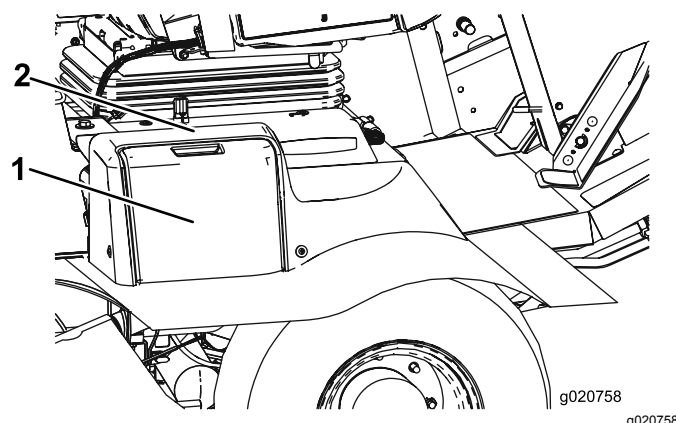

Рисунок 97
1. Откройте крышку аккумуляторной батареи сбоку (Рисунок 97).
**Примечание:** Нажмите на плоскую поверхность над крышкой аккумуляторной батареи, чтобы облегчить снятие крышки (Рисунок 97).